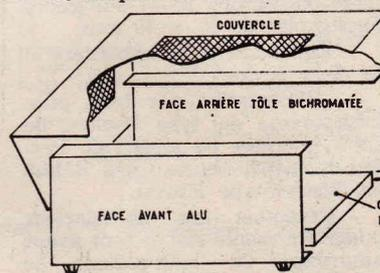

FIG. 1
tée de tous, en particulier de ceux qui ne disposent pas de l'outillage nécessaire. Tous les amateurs seront heureux d'apprendre que ce travail fastidieux leur sera épargné en se procurant (1) le coffret démontable en quatre parties dont une vue éclatée est donnée par la figure 1.